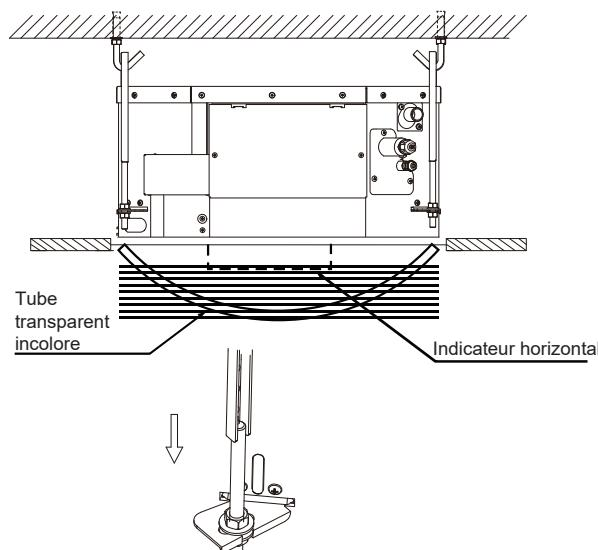

Fig. 3.9
- Utilisez des crochets de montage réglables pour vous assurer que le corps de l'unité est de niveau ; Sinon, cela peut provoquer des fuites d'eau. Nivelez l'appareil à l'aide d'un niveau à bulle ou d'un tuyau en polyéthylène rempli d'eau. Voir fig.3.9.